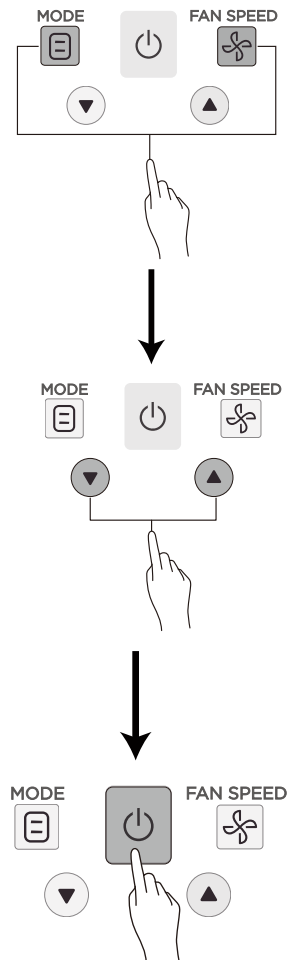

Figura 30
② Pressione  e  para ajustar o valor do parâmetro;
③ Uma vez que o ajuste foi feito, pressione  ou aguarde por 5 segundos para salvar as configurações do parâmetro. A sequência dos botões para a operação é a apresentada na Figura 30.